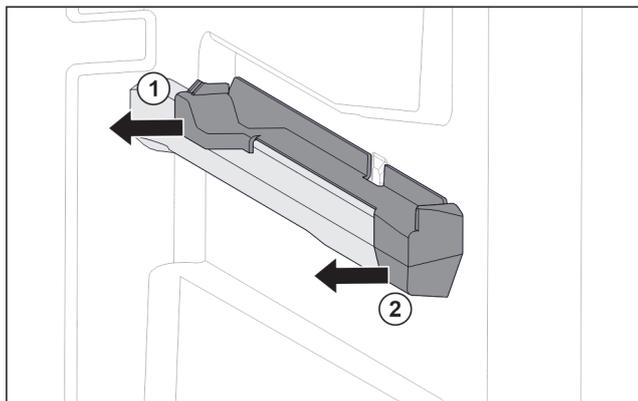

Fig. 118 右侧容器肋梁上的插装件
- ▶ 将插装件后部拉到一侧。 Fig. 118 (1)
- ▶ 将插装件前部拉到一侧。 Fig. 118 (2)